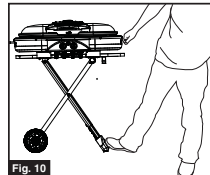
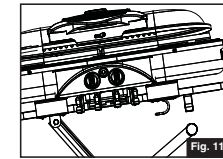
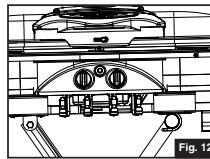

Fig. 10
Fig. 11
Fig. 12
- Baje la parrilla y deslícela hacia atrás hasta que las extensiones de las patas se aseguren en los soportes en la parte inferior del estante de la parrilla. (Fig. 10, Fig. 11 y Fig. 12)